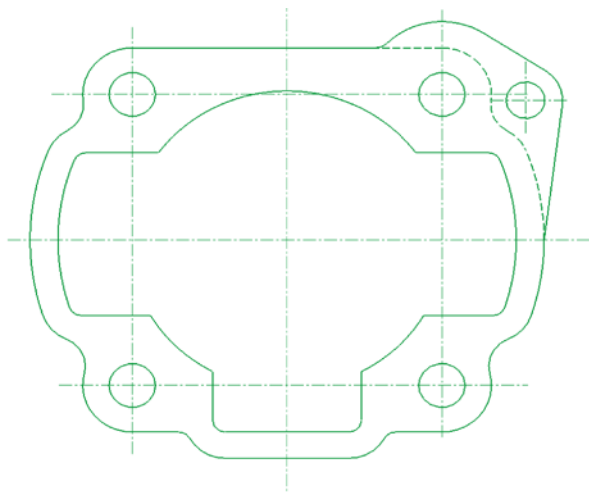

Fig. 1 - Tagliare lungo la linea tratteggiata.
- Controllare con attenzione che all'interno dei condotti del nuovo cilindro (1) non vi siano delle impurità. Lavarlo con benzina e soffiarlo accuratamente.
- Montare sul pistone (2) uno dei due fermi spinotto (6). Lubrificare le cave dei segmenti e montarvi i segmenti (3/4) con molta cura.
- Montare il pistone (2) avendo cura che la freccia incisa sulla sommità dello stesso sia rivolta verso la luce di scarico del cilindro. Inserire, dal lato in cui non avete ancora montato il fermo, lo spinotto (5) ben lubrificato.
- Montare il secondo fermo spinotto (6) assicurandovi che entrambi i fermi siano perfettamente alloggiati nelle proprie sedi.
- Inserire la guarnizione base cilindro (9) dopo averla rifilata come in Fig. 1.